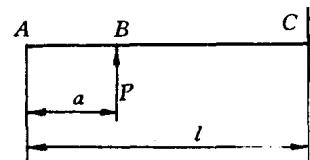

图 1-22
28. 如图 1-22 所示, 悬臂梁距自由端  $a$  处, 受一集中负荷  $P$